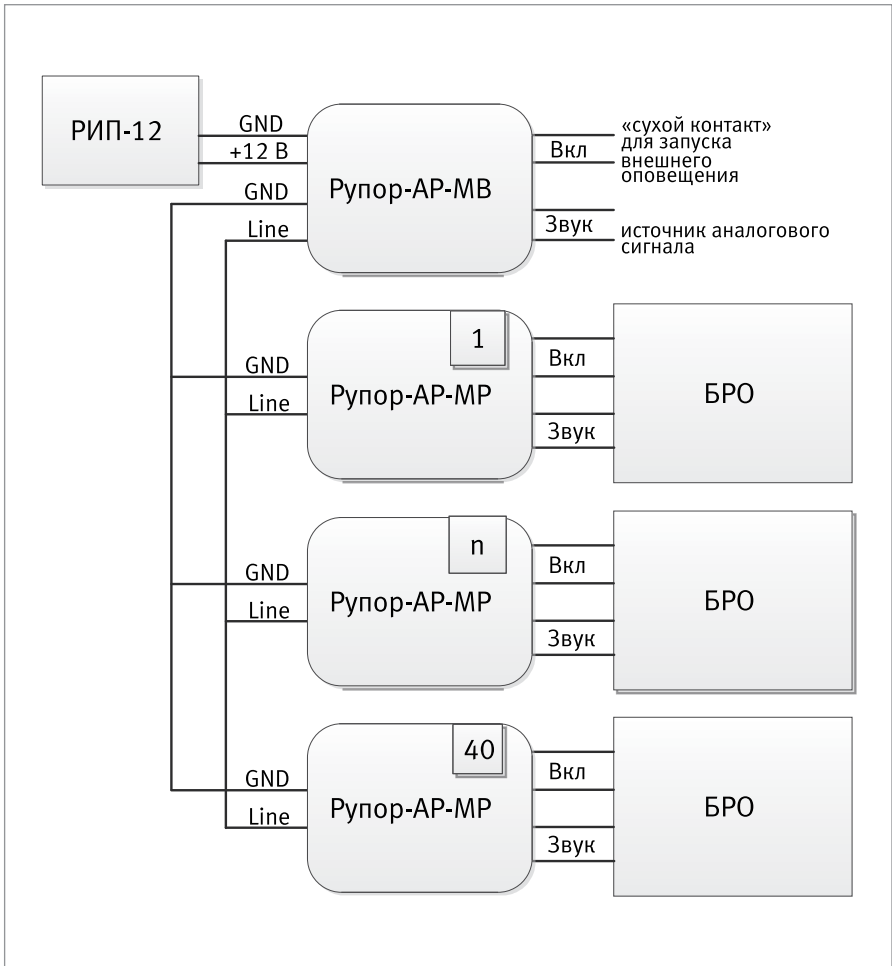

Рисунок 10. Схема внешних соединений комплекта аналоговых расширителей «Рупор-АР»
2. Схема внешних соединений приведена на Рисунок 10.